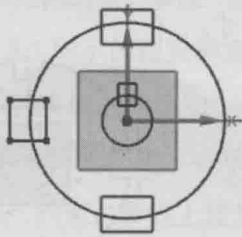

图 1.2.7 镜像 1
Step5. 以 X 轴为镜像中心，镜像绘制第三个矩形，如图 1.2.7 所示。